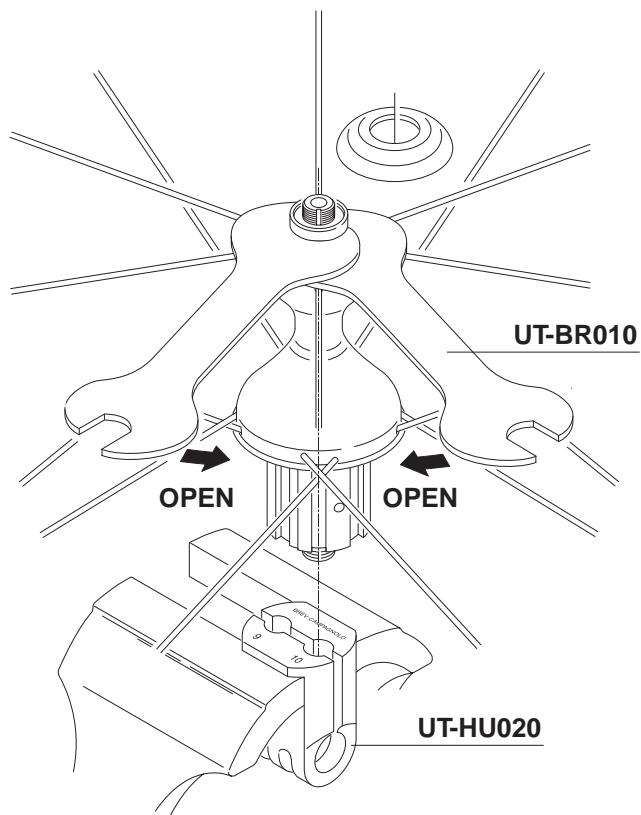

Fig.92
- Svitate il controcono sinistro (A) con la chiave per coni da 14 mm (UT-BR010), contrastando la rotazione del perno con una chiave per coni da 14 mm posta sul cono sinistro (C) come illustrato (Fig. 92) e rimuovete la rondella (B).
- Dévissez le contre-cône gauche (A) avec la clé à cônes de 14 mm (UT-BR010), en empêchant la rotation de l'axe avec une clé à cônes de 14 mm placée sur le cône gauche (C) comme illustré (Fig. 92) et enlevez la rondelle (B).
- Unscrew the LH counter-cone (A) using a 14 mm cone wrench (UT-BR010), countering the rotation of the axle with another 14 mm cone wrench fully inserted on the LH cone (C) as shown in figure 92 and remove the washer (B).
- Desenroscar el contracono izquierdo (A) con la llave de conos de 14 mm (UT-BR010), obstaculando la rotación del perno con otra llave para conos de 14 mm, puesta en el cono izquierdo (C) como se indica (Fig. 92) y quitar la arandela (B).
- Den linken Gegenkonus (A) mit einem 14 mm Konusschlüssel lockern und dabei einen zweiten 14 mm Konusschlüssel (UT-BR010) auf den linken Konus wie abgebildet (Abb. 92) ansetzen, um so der Rotation der Achse entgegenzuwirken. Dann die Zwischenscheibe abnehmen.
- Draai de linkerconus (A) los met behulp van een 14 mm conussleutel (UT-BR010), hou de as vast met een andere 14 conussleutel op de linkerconus, zoals staat aangegeven in fig. 92 en verwijder de ring.